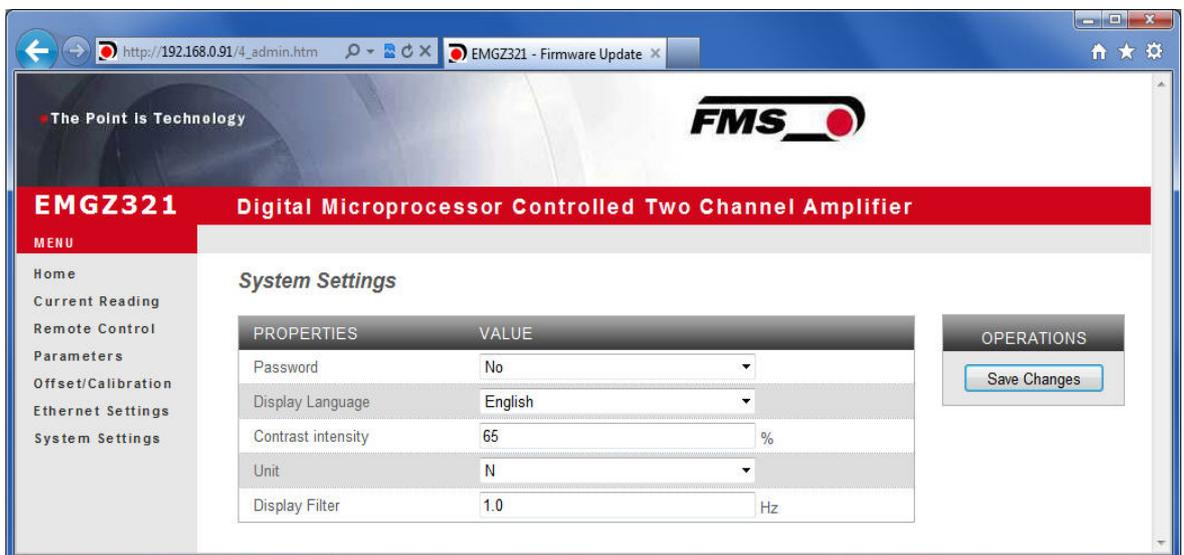

Bild 29: Systemeinstellung
3. Der Bildschirm „Device information“ (**Bild 29**) öffnet sich.